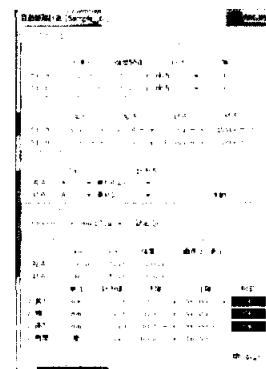

図6 設定画面の一例
⑤機能のカスタマイズは、図6のように、機能毎に準備された設定画面にて行う。普段、使わない機能を隠すことも可能であることから、ユーザーが繰り返し使用するのに便利な画面デザインにカスタマイズすることが可能である。弊社では、今後もより一層親しみやすい画面デザインになるように、開発を進めていきたいと考えている。